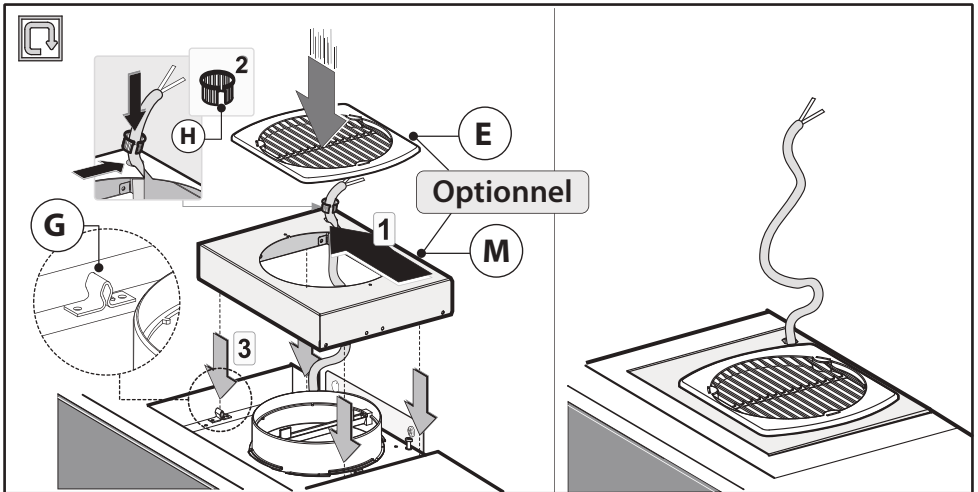

Fig.6
- Faire passer le câble d'alimentation par l'orifice du boîtier **M** indiquée dans la Fig. 6.
G. (Fig. 6).